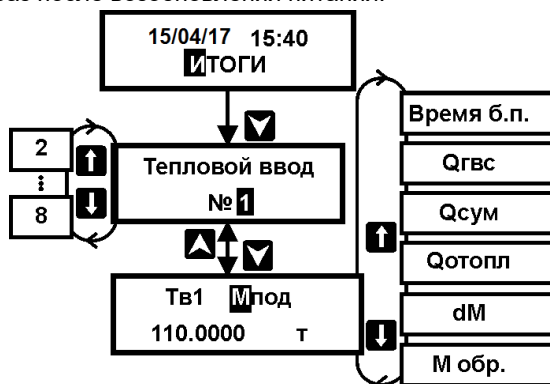

Рисунок 18 – Порядок действий по просмотру информации на дисплее
1. Установить кнопками $\uparrow$ или $\downarrow$ пункт меню 1–ого уровня ИТОГИ (рисунок 18);